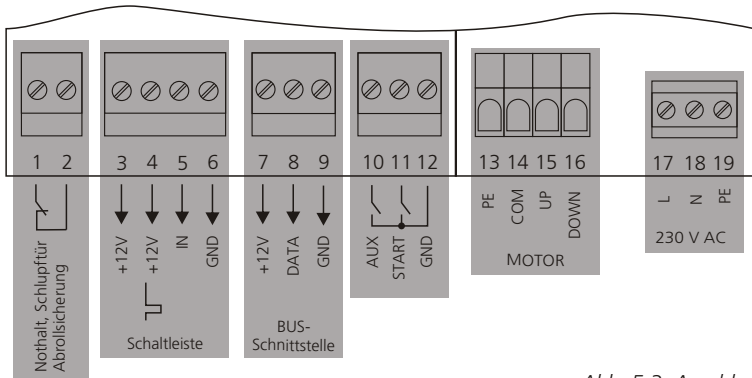

Abb. 5-3, Anschlussplan
Abbildung 5-3 zeigt die Belegung der einzelnen Klemmen. Der linke Block enthält die Anschlüsse für alle Sicherheitseinrichtungen und Befehlsgeber. Der rechte Block ist für Motor und Stromversorgung, welche einen Bezug zum 230 V Stromnetz besitzen.
Im gewerblichen Bereich ist die Trenneinrichtung gegen unbeabsichtigtes oder unbefugtes Wiedereinschalten zu sichern. Wird eine Anschlussleitung mit Steckvorrichtung verwendet, so muss die Steckvorrichtung nach Montage der Steuerung zugänglich sein. Die Steckdose selbst ist stets geerdet nach VDE 0100 auszuführen. Der zu steuernde 230 V-Antriebsmotor muss Anschlüsse für die Richtungen "AUF" (UP), "ZU" (DOWN), gemeinsamer Rückleiter (COM) und Schutzleiter (PE) besitzen. Der Anschlussplan (Abbildung 5-3) verdeutlicht die Klemmenbelegung. Zur Verdrahtung zum Motor können starre Leitungen bis 2,5 mm2 oder feindrähtige Leiter bis 1,5 mm2 zum Einsatz kommen. Für die steckbaren Anschlüsse sind starre oder flexible Leitungen bis 1,0 mm2 zu verwenden.